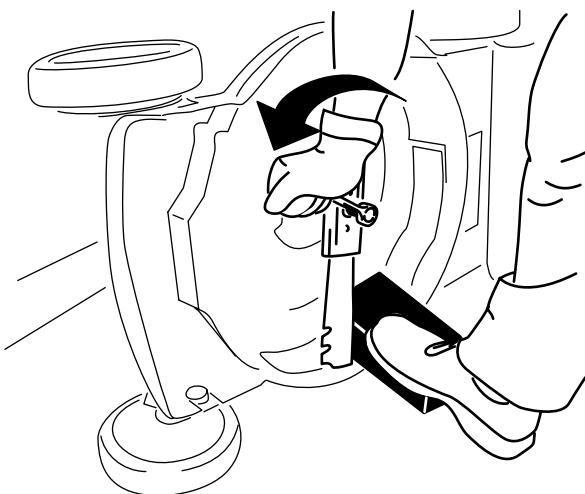

図 27
4. ブレードを取り外す。外したボルト類はすべて保管する図 27。
3. 角材などを使ってブレードをしっかりと保持する図 27。